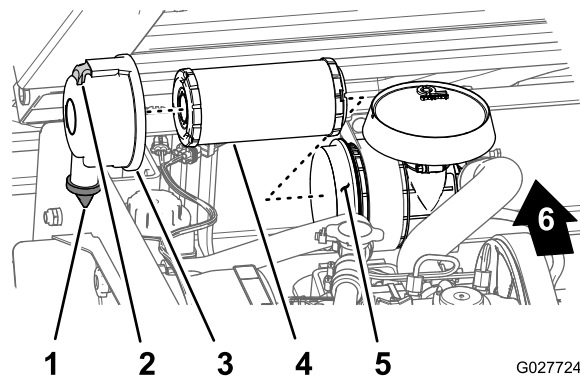

Figura 34
- Inspeccione la carcasa del limpiador de aire en busca de daños que pudieran causar una fuga de aire (Figura 34).
- Tire hacia fuera del enganche y gire la tapa del limpiador de aire en sentido antihorario (Figura 34).
- Retire suavemente el elemento del filtro de aire de la carcasa del filtro de aire (Figura 34) para reducir la cantidad de polvo desplazado.